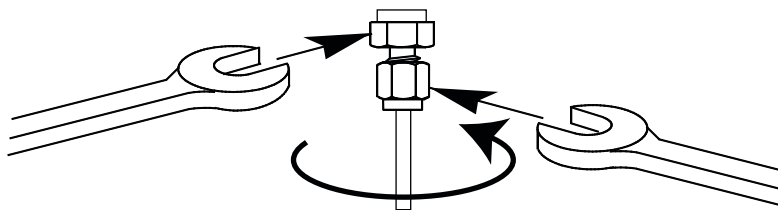

Figura 17. Serraggio finale
- 7 Per i raccordi Swagelok da 1/8", serrare il raccordo di 3/4 di giro utilizzando due chiavi. Vedere Figura 17.